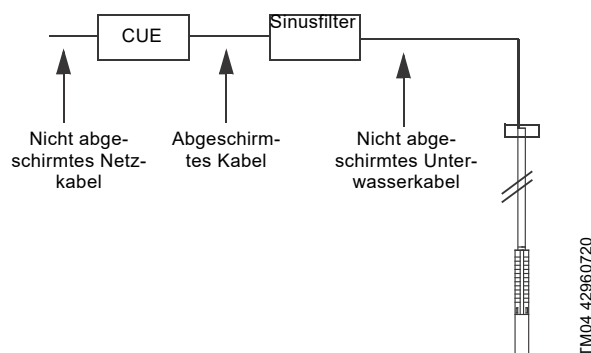

Abb. 14 Beispiel für eine Installation in EMV-unempfindlichen Bereichen
- Installation in EMV-unempfindlichen Bereichen. Siehe Abb. 14.